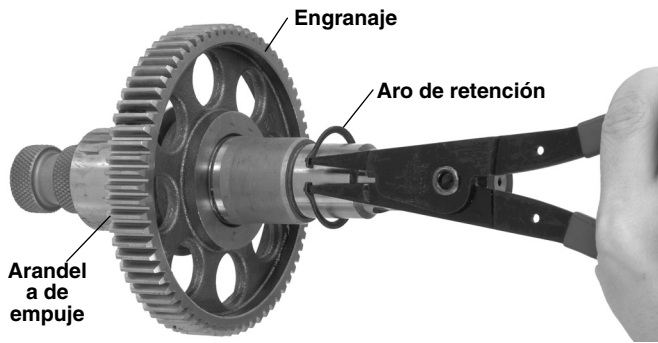

Figura 2 – Extracción del aro de retención
5. Extraiga el aro de retención del eje de accionamiento y retire el engranaje (vea la Figura 2.)